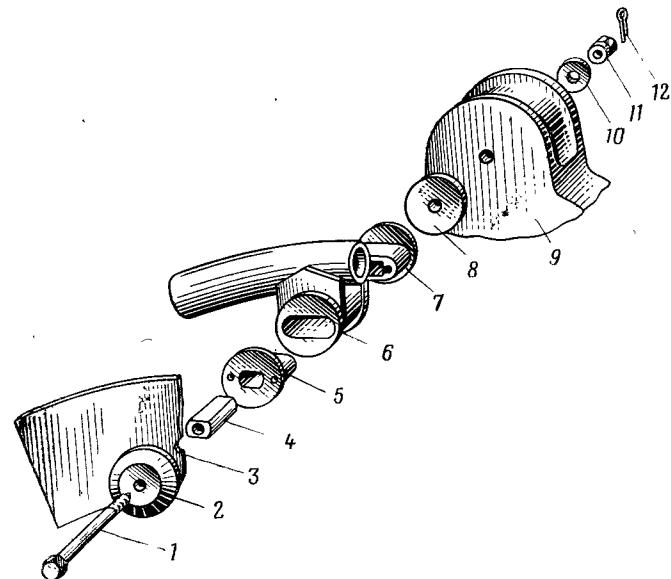

Рис. 16. Узел крепления мотора к моторной раме:
2. Необходимо следить, чтобы между приливами мотора и узлами моторной рамы были поставлены шайбы одинаковой толщины, меньшей, чем шайбы, поставленные под головку болта. Толщина передней шайбы 4 мм, толщина задней шайбы 6 мм (рис. 16).